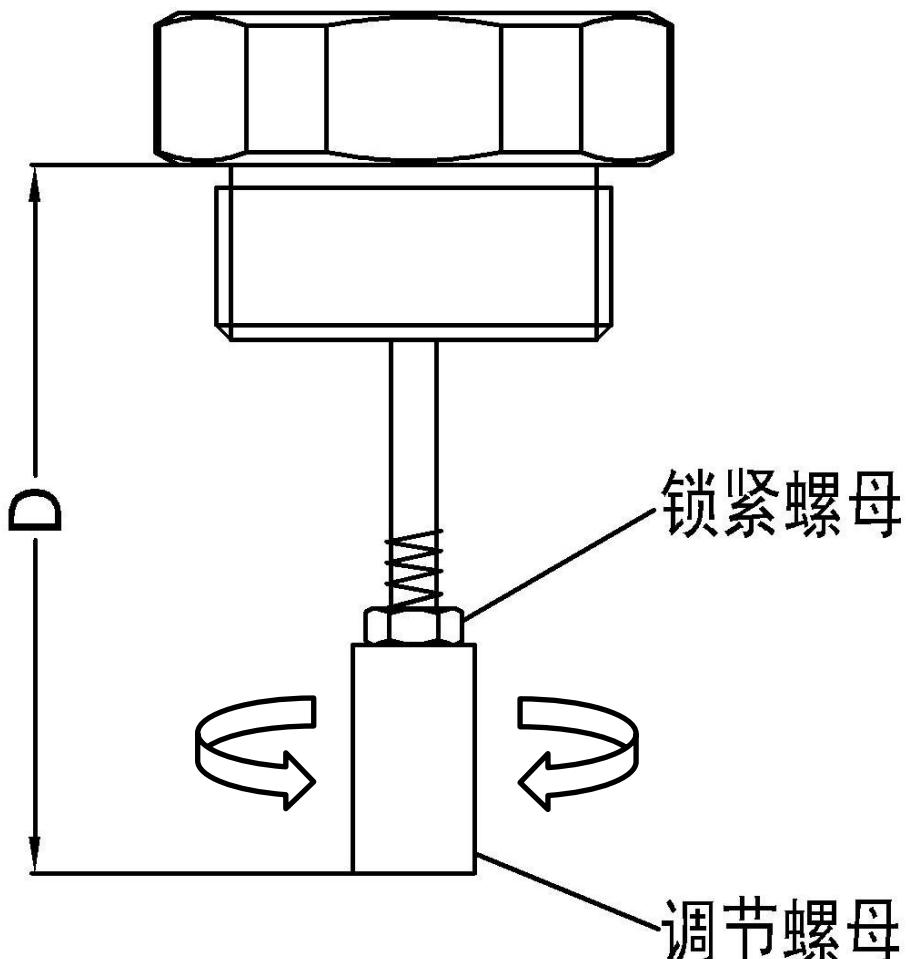

图5. 位移传感器调节和测量
3. 调节位移传感器的调节螺母 ,然后在位移传感器完全松开状态下用深度尺测量 D 值 (图 5 中标注所示)。计算压缩量 $L1 = D - C1$, $L2 = D - C2$ 。建议尽可能使 $L1$ 和 $L2$ 的值在表 1 所示的参考范围内。如果 $L1$ 或 $L2$ 的值无法满足在表 1 所示的参考范围内 , 则可根据实际情况调节 D 值。